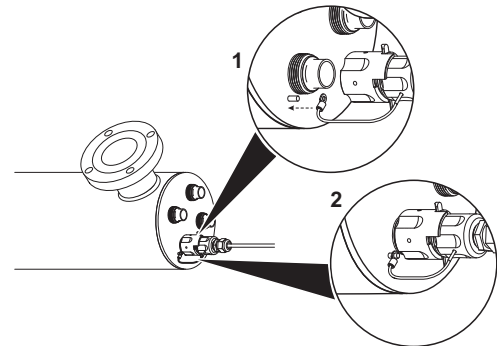

Figura 3 Conexión del cable a tierra
10. Monte el receptáculo Hi-Flo en la pared, cerca de la cámara del reactor. Lo ideal sería colocar el receptáculo sobre el reactor y lejos de cualquier punto de conexión de agua para evitar que se vierta agua en el receptáculo por medio de fugas en un punto de conexión o un sistema de “transpiración”. Asegúrese de permitir un “bucle de goteo” en la lámpara, el sensor y el cable de alimentación para evitar, de nuevo, que entre agua en el receptáculo. Fije los cables a tierra verdes al terminal de toma de tierra que hay en el extremo del recipiente de reacción y asegúrelos bien con la tuerca que se incluye Figura 3.